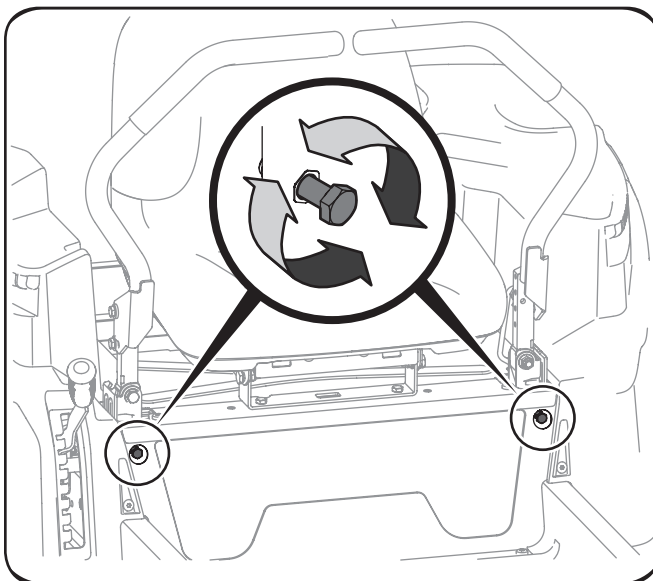

Figura 29
2. Localice los tornillos de ajuste de tope de la palanca de control de desplazamiento en la parte delantera del bastidor del asiento. Consulte la Figura 29.